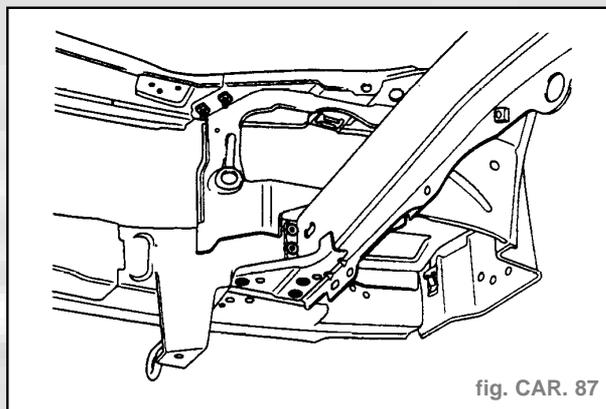

fig. CAR. 87
Soudure (fig. CAR. 87 et 88).
**Soudure** (fig. CAR. 87 et 88)